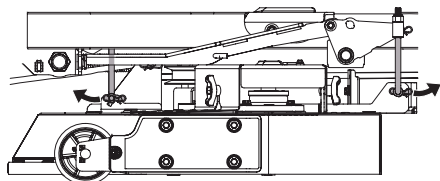

Figura 52
- Extraiga el pasador de chaveta del extremo de la horquilla inferior de cada varilla de ajuste de altura de la plataforma. Hay uno al frente y uno atrás de cada lado de la plataforma (Figura 52) (se muestra lado izquierdo).